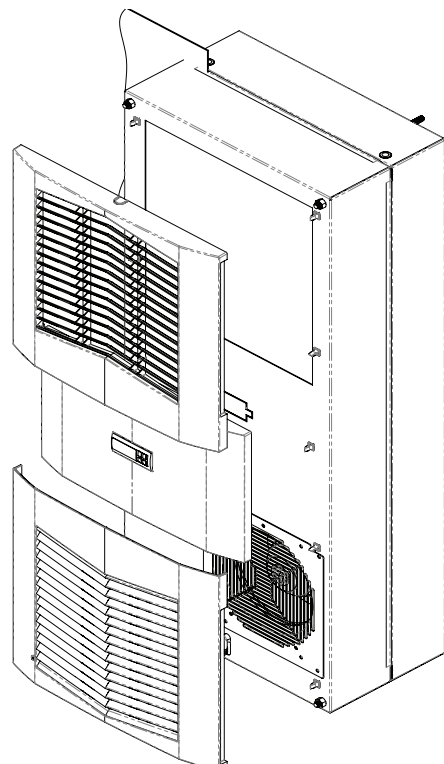

Abbildung 6
14. Setzen Sie die Frontabdeckung und ggf. die Blechplatte wieder auf das Gerät (siehe Abbildung 6 auf Seite 9).